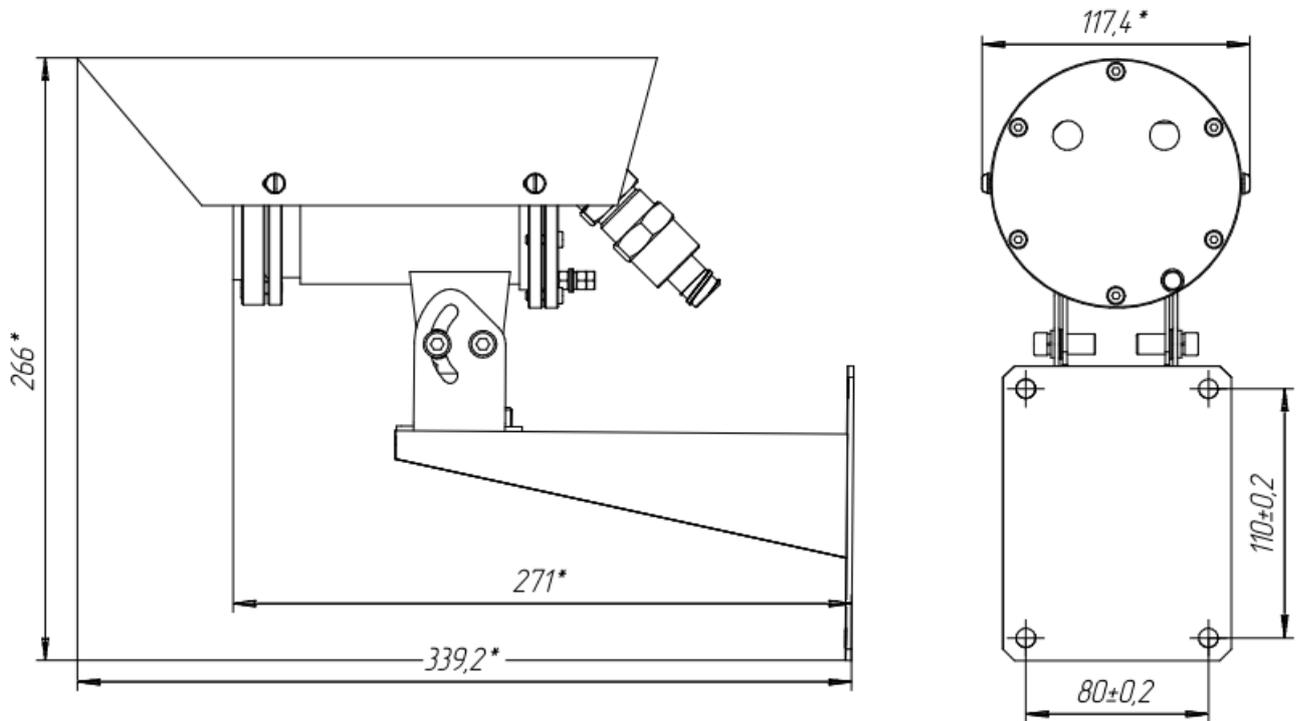

Рис.1 Габаритные и установочные размеры извещателя ИП329/ИП330 Телос МК-HART-Modbus.
- определить место установки и разметить место крепления, рис. 1;